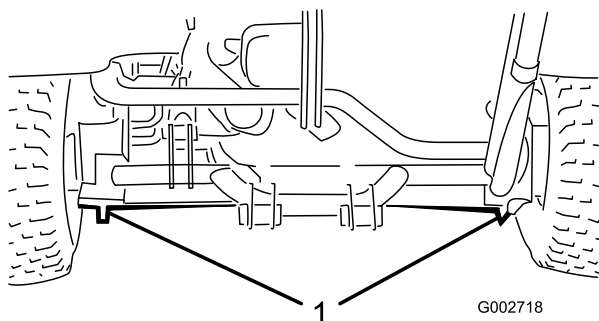

Figura 20
- Lado esquerdo ou direito debaixo do motor de roda traseiro ou da estrutura (Figura 20).